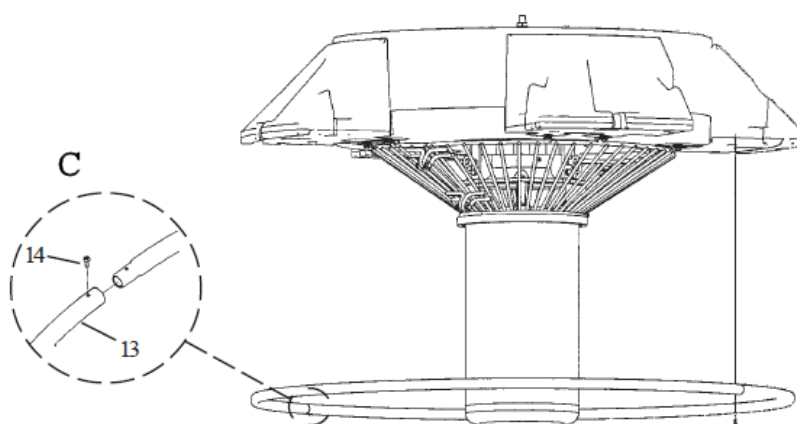

Abbildung 5
**I.** Stellen Sie das Gerät gemäß Abbildung 5 äußerst vorsichtig wieder aufrecht hin (d. h. Schwimmkörper nach oben).
**Lagerung:** Die großen Belüftungsspringbrunnen müssen in Gegenden mit Minustemperaturen bei einer Temperatur von über 32 °F (0 °C) gelagert werden. Es wird empfohlen, das jeweilige Gerät in aufrechter Position (siehe Abbildung 5 zur Orientierung) oder auf den Schwimmkörper geneigt (siehe Abbildung 4 zur Orientierung) zu lagern.